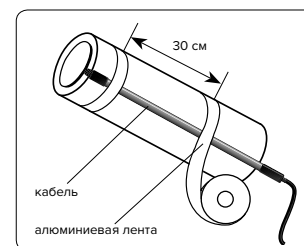

Рис. 1. Фиксация кабеля на трубе с помощью алюминиевой ленты
- Закрепите кабель на трубе прямолинейно или спирально при помощи самоклеящейся алюминиевой ленты. Рекомендуемый шаг крепления 30 см (рис. 1).